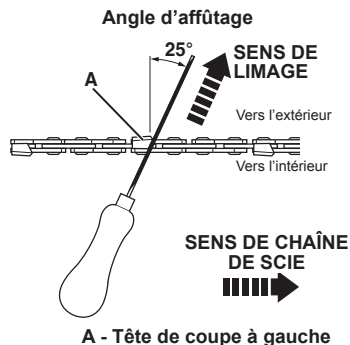
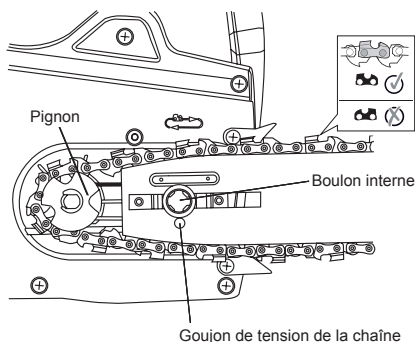

Fig. 18
Fig. 21
3. Limez à un angle perpendiculaire au guide-chaîne, et à un angle de 25° en relation à la direction du déplacement (Fig. 18).
4. Placez la chaîne de scie autour du pignon (Fig. 21) tout en alignant la fente dans le guide-chaîne avec le boulon interne à la base de la scie et le goujon de tension de la chaîne dans l'orifice du guide-chaîne (Fig. 18). Il se peut que le goujon de tension de la chaîne doive se faire ajuster afin de bien s'aligner avec l'orifice dans le guide-chaîne. Utilisez la roue tendeuse de la chaîne pour ajuster son emplacement jusqu'à ce qu'il s'emboîte dans le guide-chaîne.